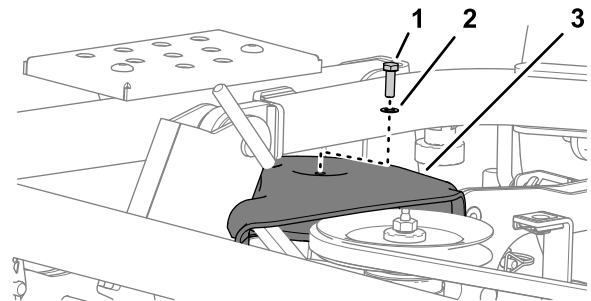

Bild 117
2. Entfernen Sie die Schraube und Scheibe, mit denen die Riemenscheibenabdeckung am Mähwerk befestigt ist (Bild 117).
1. Fluchten Sie die Riemenscheibenabdeckung über der ganz rechten Riemenscheibe aus, siehe Bild 117 in Entfernen der Riemenscheibenabdeckung (Seite 82).